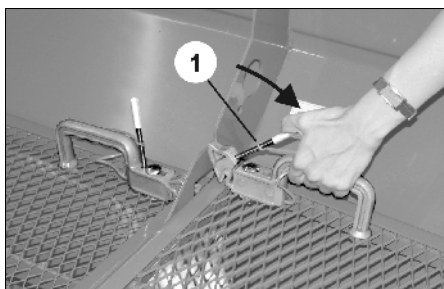

Fig. 14
(Fig. 14/1)
2. Возьмитесь за рукоятку и поверните отпирающий инструмент к рукоятке (Fig. 14).